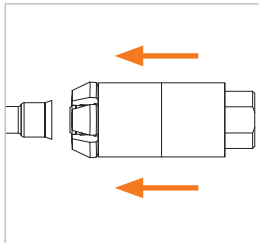
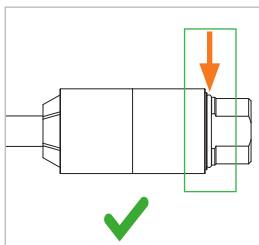

Abbildung 2
Abbildung 3
- ▶ Schieben Sie den Adapter an der Schiebehülse (Pos. 1) nach vorne auf den Prüfling auf (Abbildung 2). Der Adapter muss mit einem deutlichen hörbaren Klick einrasten. Der Sprengring muss sichtbar sein (Abbildung 3) und die Außenkanten des Spannzangenaußendurchmessers dürfen nicht mehr sichtbar sein (Abbildung 4 und Abbildung 5). Das integrierte Absperrventil, falls vorhanden, wird durch das Anschließen des Adapters aufgedrückt.